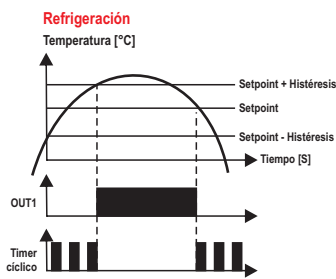

Figura 1
- **Timer disparado por SP1 (F22=1):** el timer es disparado siempre que la temperatura alcanza el valor configurado para SP1. El timer desconecta cuando la temperatura alcanza SP1 + F06 (si la **1ra. etapa** estuviera configurada como refrigeración) o SP1 - F06 (si la **1ra. etapa** estuviera configurada como calefacción), como muestra la Figura 1.